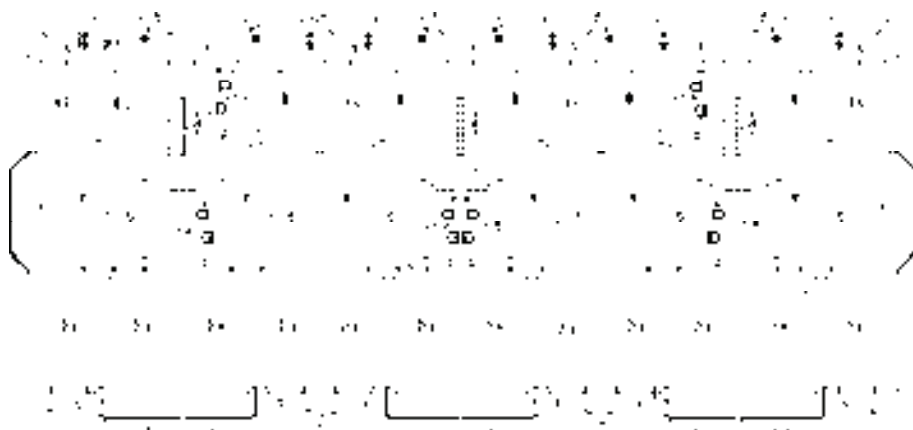

图 14-75 坡度标注
5) 添加坡度标注。调用“箭头引注”命令，在弹出的“箭头引注”对话框中设置参数；根据命令行的提示，分别点取箭头的起点和直段的下一点，添加坡度标注，结果如图 14-75 所示。